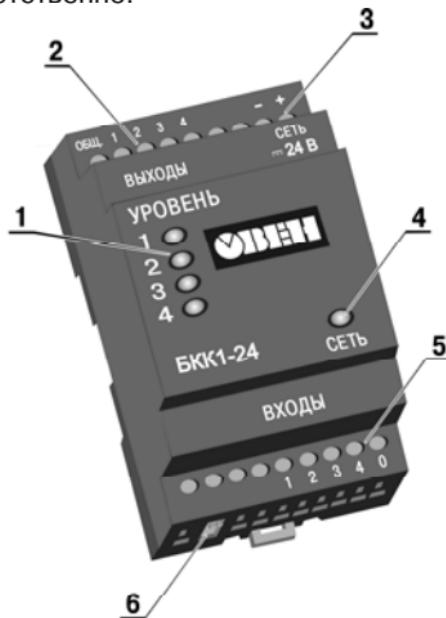
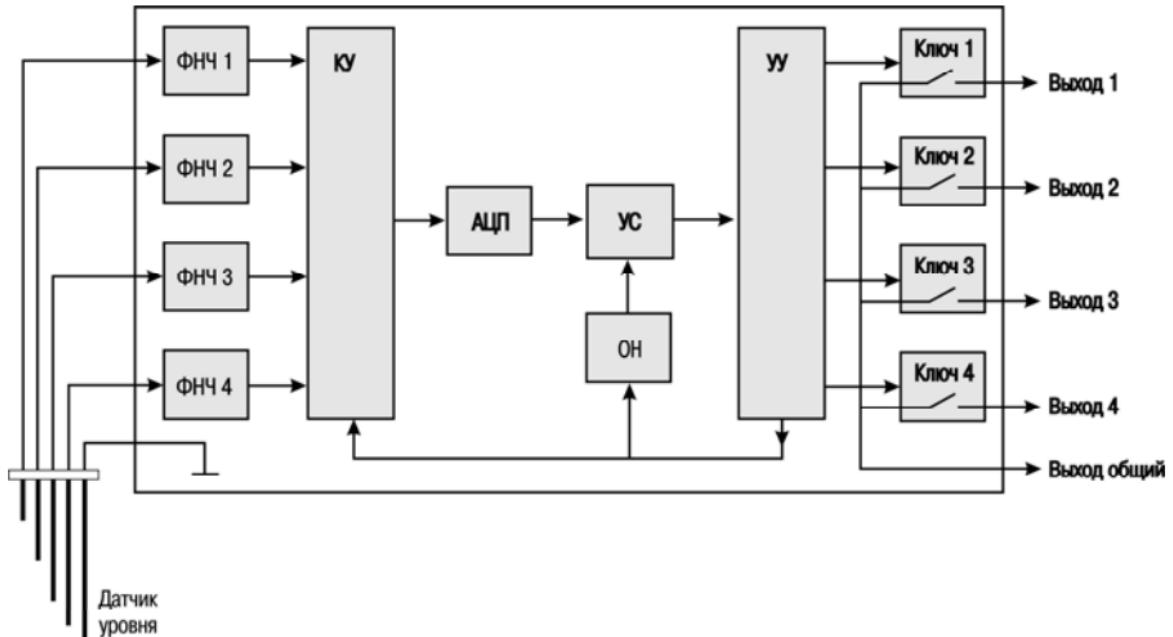

Рис. 3.1. Внешний вид
Рис. 3.4. Функциональная схема БКК1
3.1. Внешний вид модификаций блока БКК1-24 и БКК1-220 представлен на рис. 3.1 и 3.2, соответственно.
3.3. Функциональная схема БКК1 представлена на рис. 3.4. Датчик уровня подключается к входным фильтрам низких частот (ФНЧ). Далее через коммутационное устройство (КУ) сигнал поступает на аналого-цифровой преобразователь (АЦП). В устройстве сравнения (УС) происходит сравнение уровня оцифрованного сигнала датчика со значением уставки опорного напряжения (ОН). Значение уставки опорного напряжения выбирается DIP-переключателем 6 установки порога срабатывания (рис. 3.1, 3.2). Устройство управления (УУ) выполняет функцию выбора канала измерения датчика уровня и управлением соответствующим выходным ключом (Ключ 1, Ключ 2, Ключ 3, Ключ 4). Срабатывание выходного ключа происходит при контакте соответствующего сигнального электрода с
жидкостью. Параллельно со срабатыванием выходного ключа, засвечивается соответствующий светодиод 1 (см. рис. 3.1, 3.2).
- обеспечивать надежное экранирование сигнальных линий, при этом экраны следует электрически изолировать от внешнего оборудования на протяжении всей трассы и подсоединять к винтовому разъему блока 5 (рис. 3.1 и 3.2), клемме «Вход 0»; при отсутствии возможности изоляции по всей трассе экран подсоединяется к общей точке заземления системы, например, к заземленному контакту щита управления;
Внимание! Не рекомендуется объединять винтовой разъем блока 5 (рис. 3.1 и 3.2), клемма «Вход 0» с заземляющими линиями.